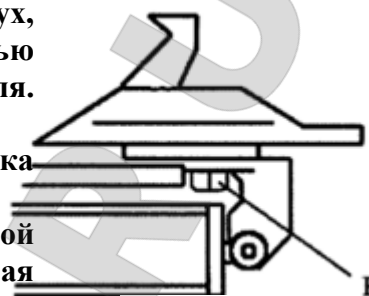

Рис.22
**Примечание.** Через 20 дней после начала эксплуатации станка проверить подтянуть крепление кулачков винтами В. Рис.22.